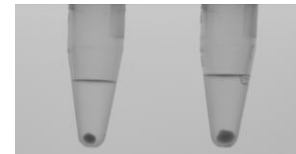

Abb. 1: empfohlene Pelletgrößen
- 50 – 200 µl von Anstellhefe, um nach der Zentrifugation ein Pellet von maximal 2 mm zu erhalten (vgl. Abb. 1)
- Die Größe des Pellets kontrollieren, es enthält die Bakterienzellen aus der Probe. Das Pellet darf eine Größe von ca. 2 mm Durchmesser nicht überschreiten (siehe Abb. 1). Falls nötig, einen Teil vom Pellet mit dem Überstand verwerfen